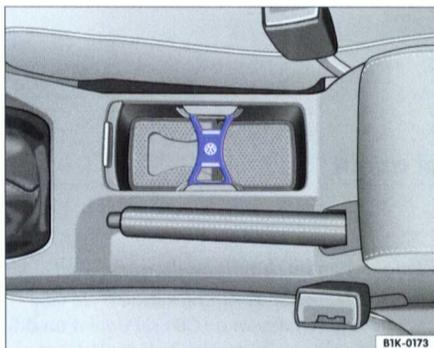

Fig. 67 Rangement ouvert servant de porte-boissons
- Placez la bouteille ou la canette dans le porte-boissons et faites coulisser le décapsuleur ⇒ **fig. 67** en avant ou en arrière jusqu'à ce qu'il enserre bien la boisson.